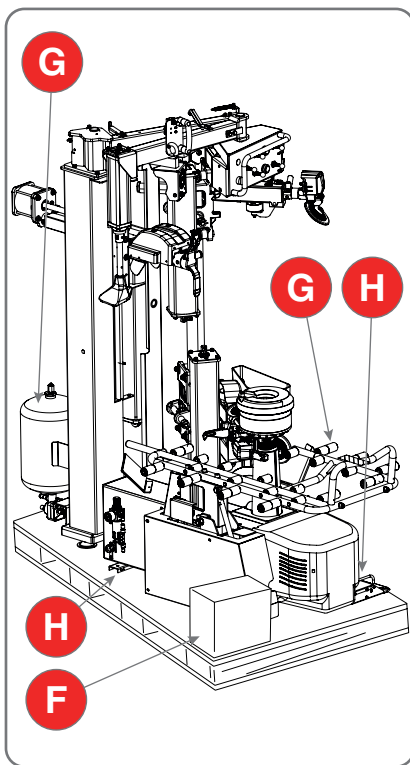

Fig. 3.1
Liberare la macchina dalla parte superiore dell'imballo in cartone e accertarsi che non abbia subito danni durante il trasporto; individuare i punti di fissaggio (H - Fig.3.1) al pallet.
- togliere le viti dal piede di fissaggio (H - Fig.3.1);